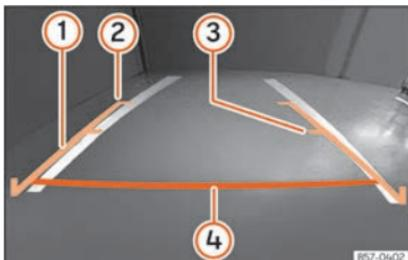

Fig. 211 Visualização no ecrã do sistema Infotainment: linhas de orientação.
- A carga do veículo modifica a representação das linhas de orientação »» Fig. 211. A largura que as mesmas representam, diminui com o nível de carga. Preste atenção ao espaço envolvente quando o interior ou a bagageira estiverem carregados.
»» Fig. 211